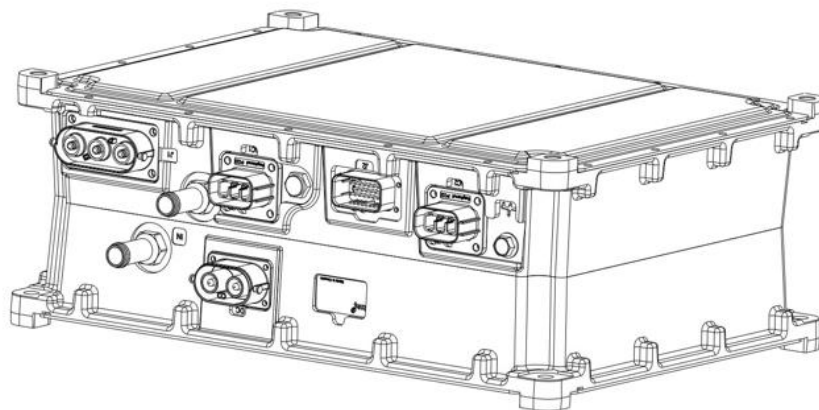

Figure 3 - Chargeur / inverseur bidirectionnel (BCIU)
7. Localisez le chargeur / inverseur bidirectionnel (BCIU) (figure 3).